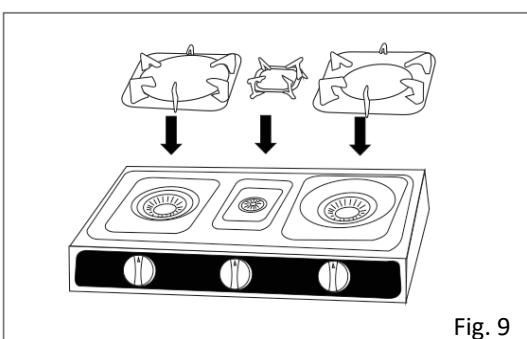

Fig. 9
2. Când despachetați, asigurați-vă că toate piesele aragazului cu gaz sunt incluse. Asamblați piesele aşa cum se arată în. (Fig. 9)